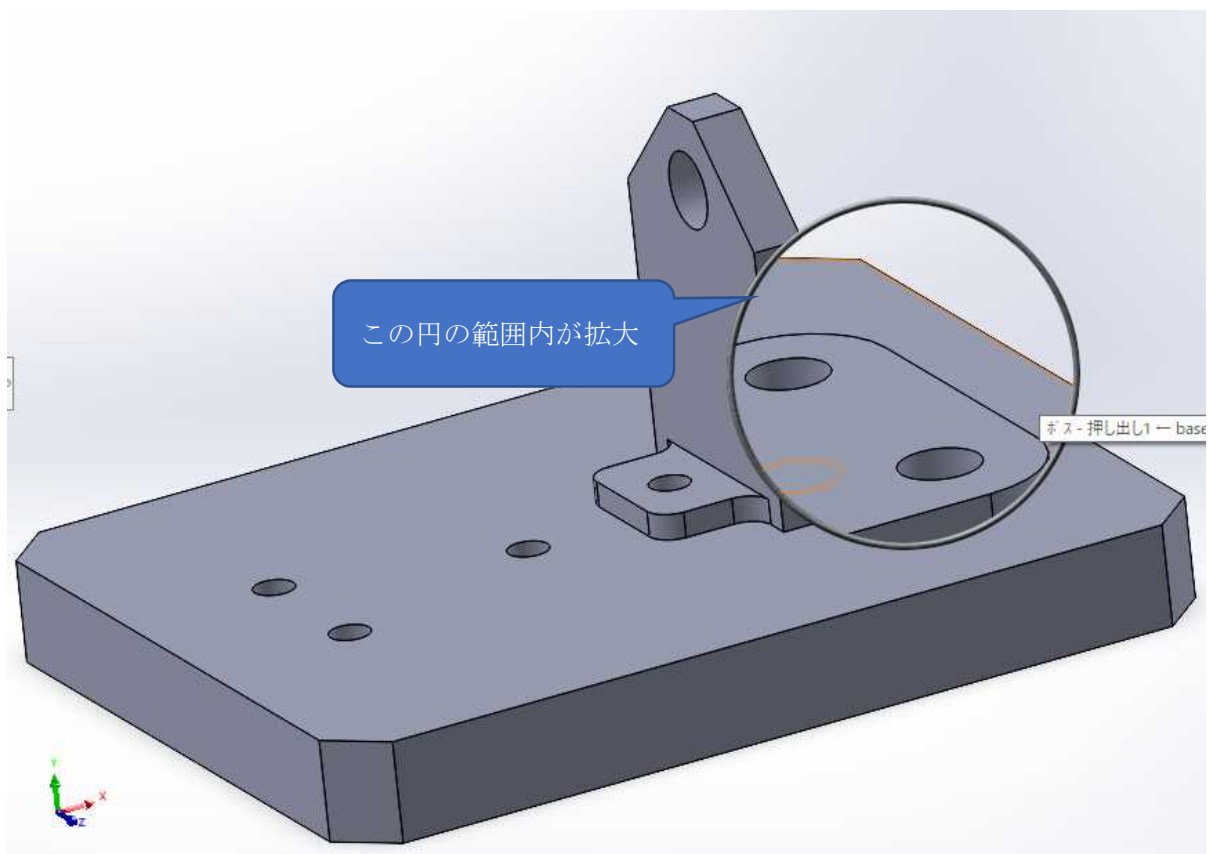

図 4.7.1 虫眼鏡
- ①キーボードで“G” キーを押す
- ②画面上にある程度の大きさの円が表示（図 4.7.1 参照）
- ③マウスを移動すると上記の円も移動するため、拡大したい箇所に移動